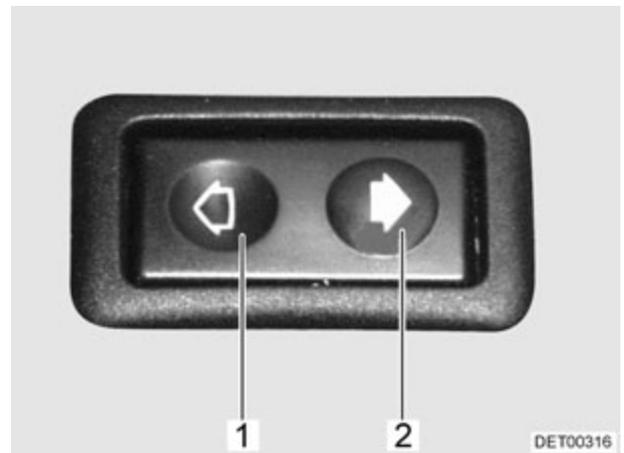

Fig. 16 Interrupteur pour lève-vitre électrique
Le camping-car est équipé d'un lève-vitre électrique (Fig. 16) du côté du conducteur.
- Appuyer sur le commutateur arrière (Fig. 16,1).
- Appuyer sur le commutateur avant (Fig. 16,2).